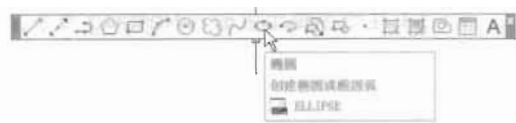

图 3-101
- 在“绘图”工具栏中单击“椭圆”按钮, 如图 3-101 所示。